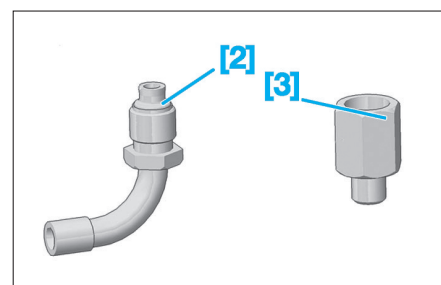

Fig. 22
- [2] Raccord (16X150) (réf. 0710-E1Z) (Fig.22).